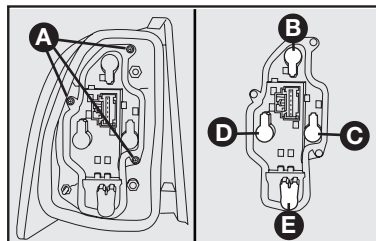

fig. 55
4) Presione las aletas **A-fig. 55** de bloqueo del portalámparas y quítelo de la lente.